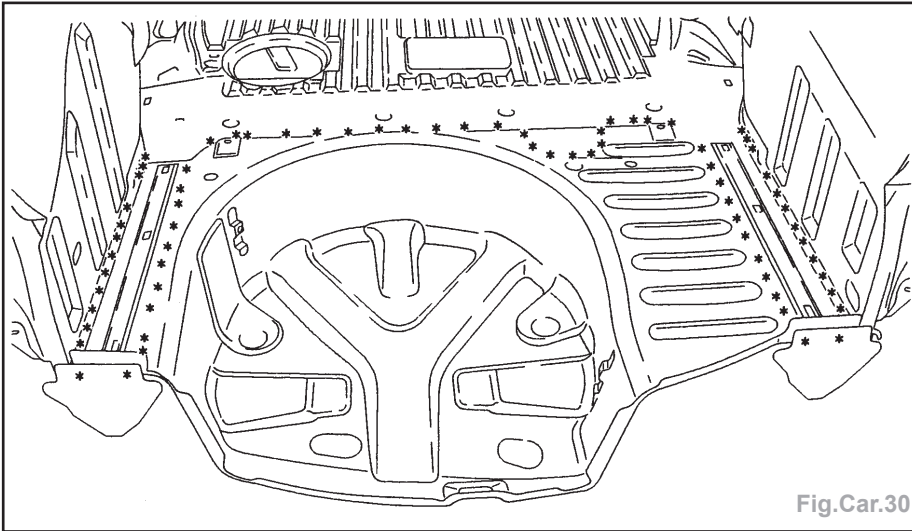

Fig.Car.30
- Dégraffer les points à l'aide d'une fraise de Ø 8 mm (Fig.Car.30).
- par cordon MAG (Fig.Car.30/31).
- par points électriques (Fig.Car.30).